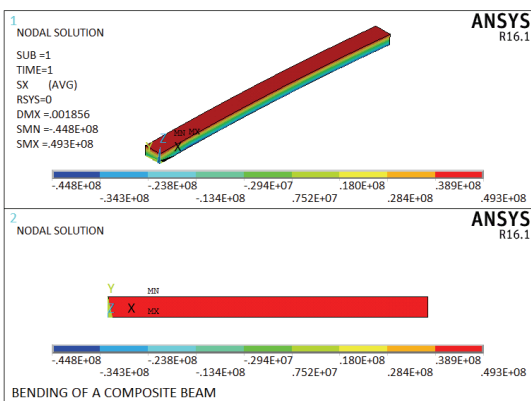

图 6-101 X 方向应力场等值线图
4) 选择 Main Menu | General Postproc | Plot Results | Contour Plot | Nodal Solu 命令, 出现 Contour Nodal Solution Data 对话框, 选择 Nodal Solution | Stress | X-Component of stress, 单击 OK 按钮, ANSYS 显示窗口显示 X 方向应力场等值线图, 如图 6-101 所示, 单击 OK